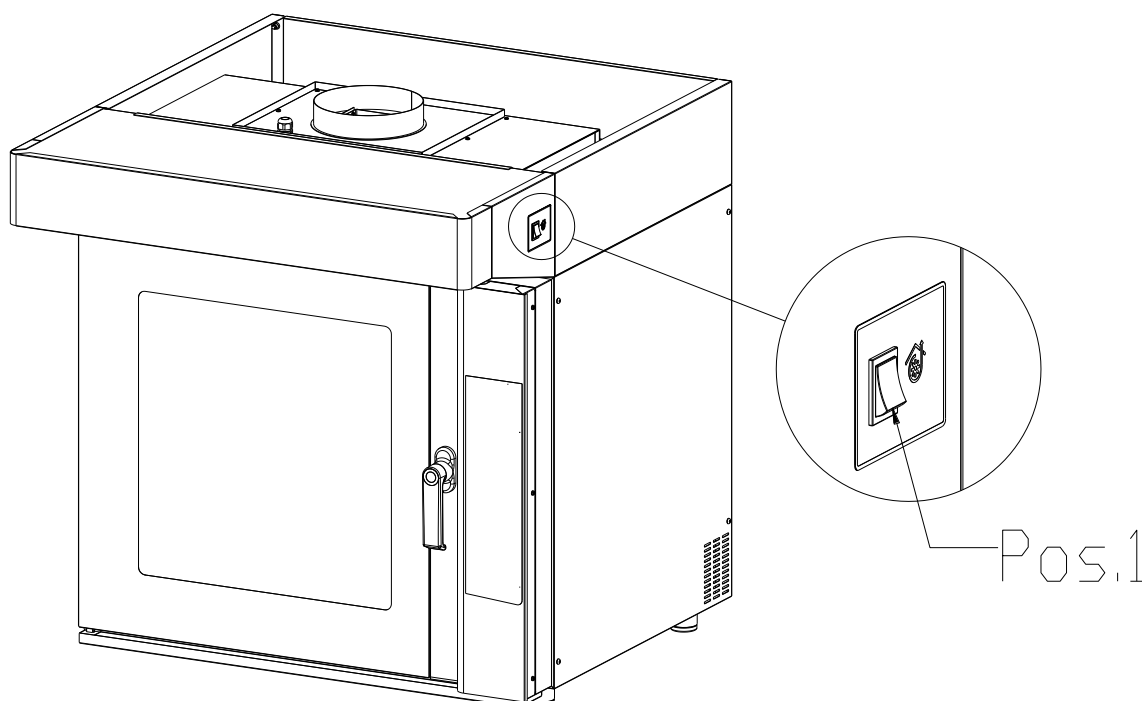

Fig. 3.1 Panneau de commandes
La Fig.3.1 indique la commande de la hotte constituée d'un interrupteur Pos.1.
- En mettant l'interrupteur situé sur la partie droite antérieure de la hotte sur "I" (voir Fig. 3.1 Pos.1), l'aspiration en modalité manuelle se met en route pour une durée infinie.
- En mettant l'interrupteur sur "I", situé sur la partie droite antérieure de la hotte (voir Fig. 3.1 Pos.1), l'aspiration en modalité manuelle se met en route pour une durée infinie.